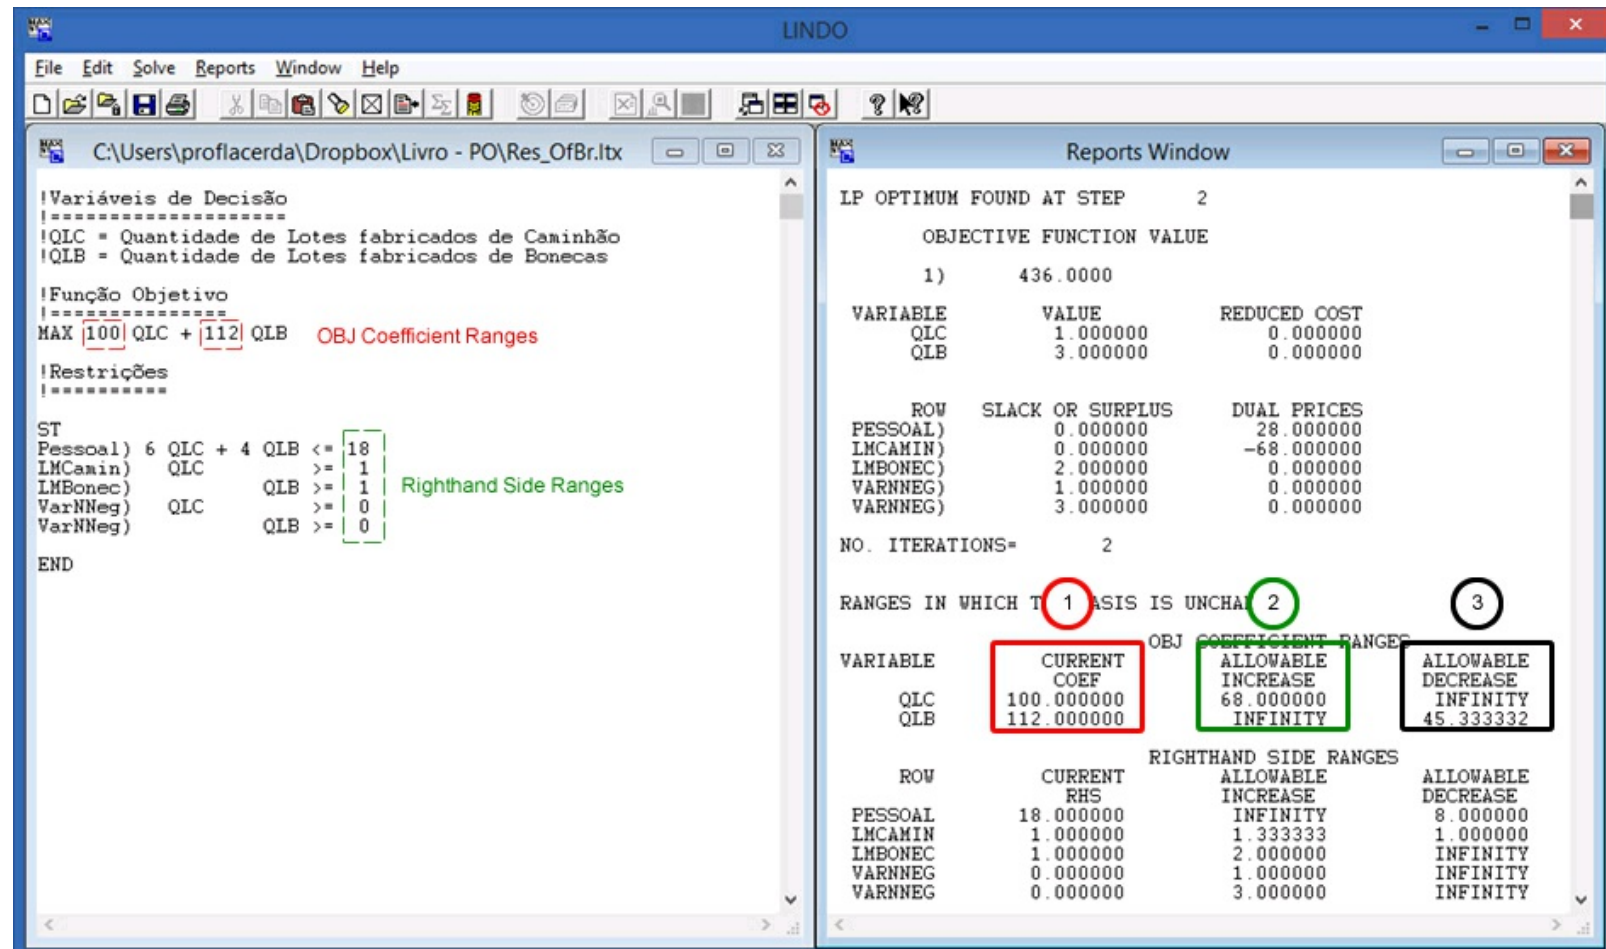

Figura 26 – Cenário B: Componentes da Análise de Sensibilidade da função objetivo.
função objetivo. Existem três informações a serem analisadas. A primeira informação apresenta os coeficientes atuais (*Current Coefficient*). A segunda informação diz respeito ao valor que é permitido incrementar (*Allowable Increase*). Por fim, a terceira informação se refere ao valor que é permitido ser reduzido (*Allowable Decrease*). A Figura 26 apresenta cada um desses itens sendo o item 1 os coeficientes atuais, o item 2, o valor que é permitido incrementar e o item 3 o valor que é permitido reduzir.
Como você pode observar o item 1 são exatamente os mesmos valores da função objetiva de nosso modelo, conforme destacamos na Figura 26. O item 2 da Figura 26 nos diz que podemos incrementar a constante em R\$ 67,99 passando de R\$ 100,00 para R\$ 167,99 e continuaríamos produzindo um lote de caminhões e três lotes de bonecas. Contudo, caso incrementássemos R\$ 68,00 passando de R\$ 100,00 para R\$ 168,00 as quantidades seriam alteradas. Ao mesmo tempo, você pode perceber que poderíamos incrementar o valor do lote de bonecas infinitamente (*Infinity*) que não haveria modificações nas quantidades de lotes de caminhões e de bonecas recomendadas pelo Lindo.
O item 3 da Figura 26, realiza a mesma recomendação, porém em sentido oposto. A informação Redução Permitida (*Allowable Decrease*) nos avisa que poderíamos reduzir infinitamente o valor de cada lote de Caminhões e, ainda assim, não haveria uma alteração nas quantidades de lotes a serem produzidas de Caminhões e bonecas. No entanto, se reduzirmos o valor do lote de bonecas de R\$ 112,00 para R\$ 66,00 haverá alteração nas